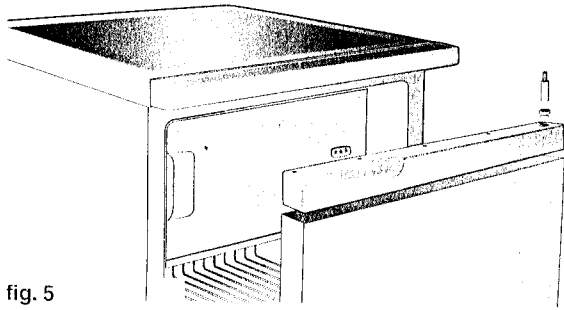

fig. 5
- E) Non coprite mai la griglia d'aerazione sistemata sulla parte posteriore del piano di lavoro (table top) fig. 5.
MONTAGGIO GRIGLIA DI AERAZIONE (FIG. 5)
- E) Under no circumstances should the ventilation grid at the back edge of the work surface ever be covered (fig. 5).
ASSEMBLY OF THE VENTILATION GRID (FIG. 5)
MANIGLIE ORIZZONTALI MONO-PORTA (Fig. 5):
SINGLE DOOR HORIZONTAL HANDLES (fig.5)